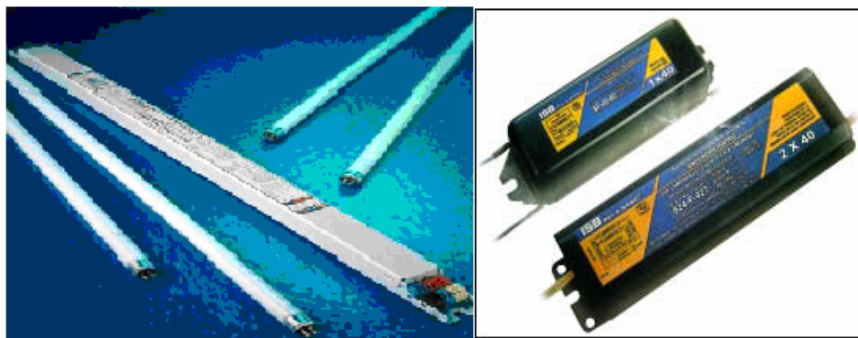

Fig. 34 Tubos de lámparas fluorescentes y balastras
3. Cambio de lámparas: se debe tener un control en el tiempo de vida de las lámparas o por simple observación cambiar las lámparas que se vean opacas y den un mal aspecto a la tienda, para esto una vez que se dio el reconocimiento previo se sabe cuantas lámparas faltan de que tamaño son o la intensidad en watts así como las balastras a utilizar ejemplo de estas en la Fig. 34.